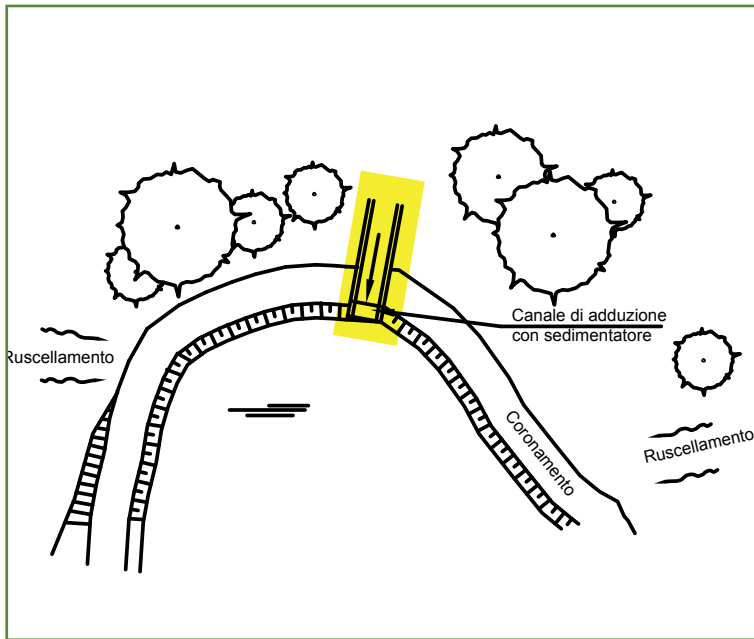

Fig. 5 - Evidenziato in giallo lo schema tipo di un canale di adduzione.
- **Il canale di adduzione (o di alimentazione)** è un canale che permette di riempire d'acqua l'invaso. A seconda del tipo di alimentazione, raccoglie le acque dei terreni circostanti l'invaso, le acque di derivazione da corsi d'acqua o le acque pompate da pozzi e le convoglia nell'invaso (Fig. 5).